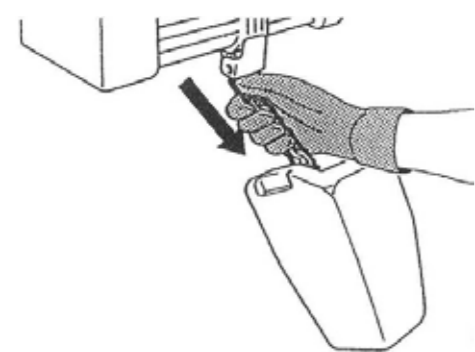

fig.151
20. Inserire la catena nel raccogli catena. (fig.151)